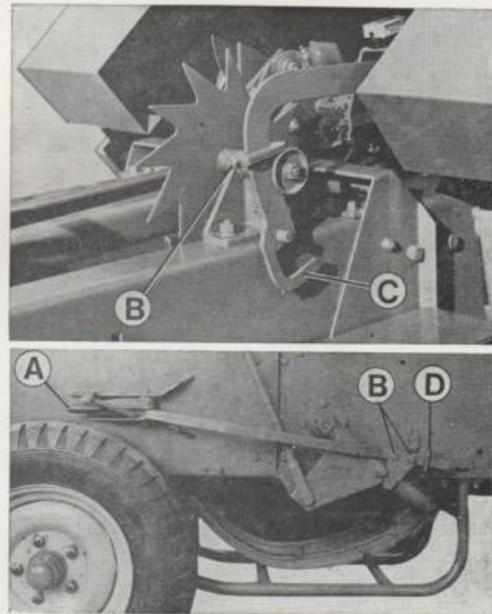

Fig. 8
Pour régler la longueur des balles, il est suffisant de desserrer la vis « B » (fig. 8), de soulever le curseur pour les allonger ou l'abaisser pour les raccourcir.
Le verrou (fig. 8) A doit entrer dans la chambre et empêcher éventuellement le piston d'avancer chaque fois que les aiguilles se trouvent à l'intérieur de la chambre même. Son réglage se fait quand le noueur de la manière suivante:
- Desserrer les 2 boulons B de la fig. 8 et aménager létrier d'appui dans une position telle que le verrou soit retenu complètement au dehors de la chambre et bloquer de nouveau le 2 boulons B.